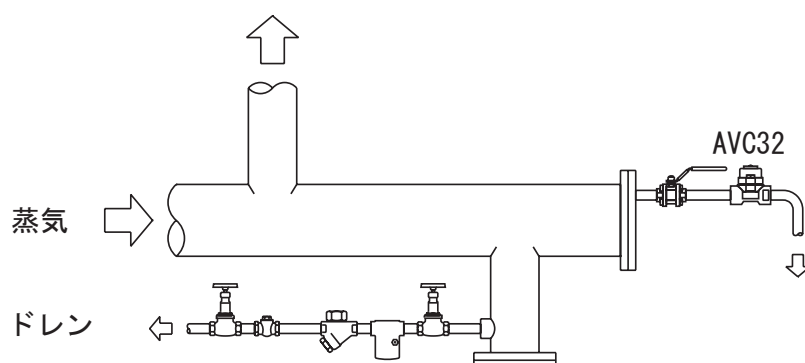

図 2. 分配がメインの装置の末端
- 3.4 AVC32型は、カプセルを水平面に置き、キャップを上にして設置してください。空気を集めるメインあるいはプラントは一番高い位置に置きます。空気を大量に取り除くため、排出を邪魔しないように、できる限り安全な場所に配管して排出してください。(図2および3参照)。